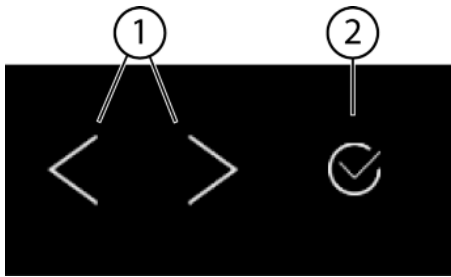
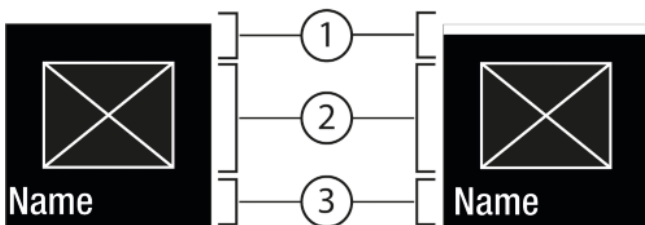
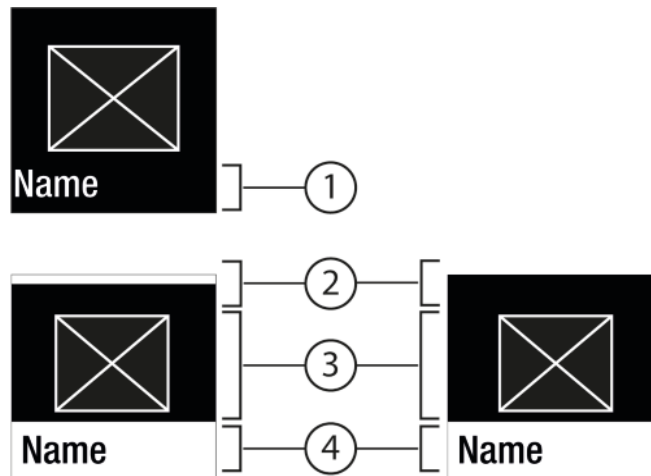

Fig. 5
Fig. 6
Fig. 7
Navigationspfeil links / rechts Fig. 5 (1):
Bestätigen Fig. 5 (2):
- Mit Navigationspfeil links / rechts Fig. 5 (1) navigieren.
- Mit Bestätigen Fig. 5 (2) die Funktion / Einstellung aktivieren Fig. 6 (1) / deaktivieren Fig. 6 (1).
- Mit Bestätigen Fig. 5 (2) das Untermenü Fig. 7 (4) aufrufen.
- Neuen Wert einstellen: Mit Bestätigen Fig. 5 (2) einen deaktivierten Wert Fig. 6 (1) auswählen.
- Zurück ins Menü: Mit Bestätigen Fig. 5 (2) den bereits aktivierten Wert Fig. 6 (2) auswählen.
- ▶ Navigationspfeile *Fig. 5 (1)* so oft drücken bis Funktion angezeigt wird.
- ▶ Bestätigen *Fig. 5 (2)* drücken.
- ▶ Navigationspfeile *Fig. 5 (1)* so oft drücken bis die Funktion angezeigt wird.
- ▶ Mit Navigationspfeile *Fig. 5 (1)* Einstellung-Wert wählen.
- ▷ Status: aktiviert *Fig. 6 (1)* erscheint kurz im Untermenü *Fig. 7 (4)*.
- ▶ Navigationspfeile *Fig. 5 (1)* so oft drücken bis Einstellungen  angezeigt wird.
- ▶ Navigationspfeile *Fig. 5 (1)* so oft drücken bis die gewünschte Einstellung angezeigt wird.
- ▶ Bestätigen *Fig. 5 (2)* 3 Sekunden lang drücken.